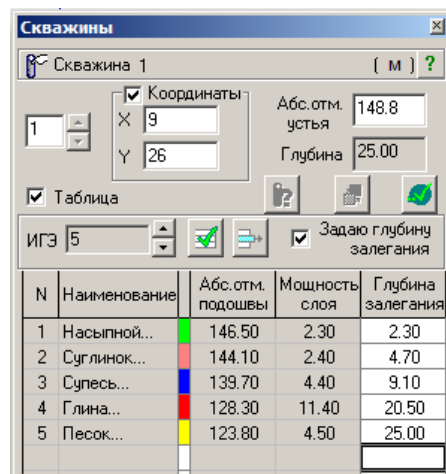

Рис.11.3.1. Окно диалога **Скважины** (скважина №1)
- В окне диалога **Скважины** (рис. 11.3.1) выполните следующие действия: